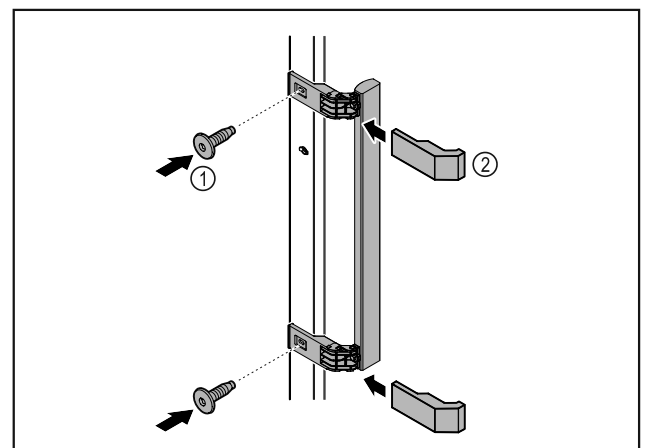

Fig. 3
- Griff aus dem Beipack mit den beiliegenden Schrauben Fig. 3 (1) an der Tür anbringen.
- ▶ Abdeckung Fig. 3 (2) aufsetzen.